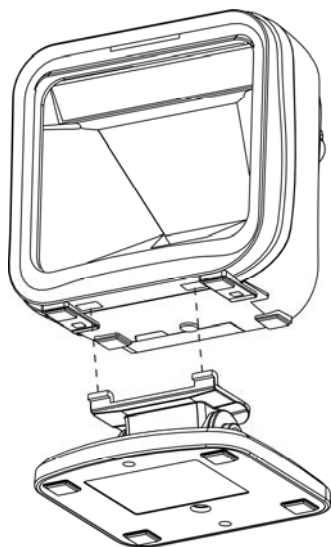

图 4-1
- 1、如图 4-1 所示，把底座上的两个扣臂插入影像平台底部对应的凹槽中。